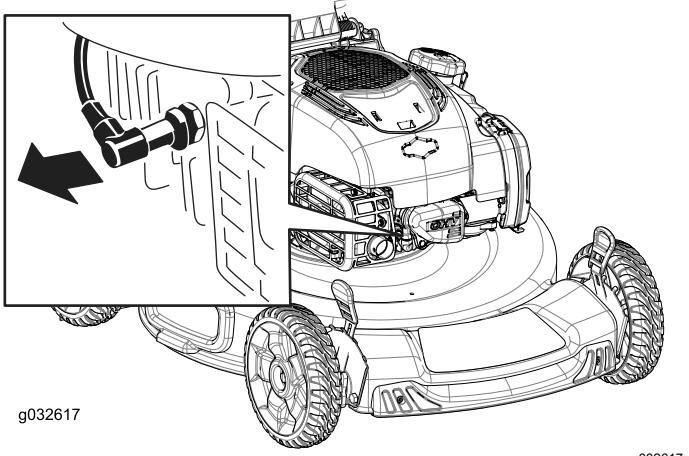

Figure 25
- Débranchez le fil de la bougie (Figure 25).